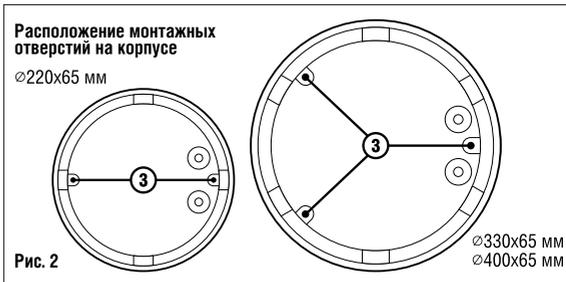

Рис. 2
- Наметьте место будущей установки светильника и просверлите отверстия (расположение и количество монтажных отверстий ③ обозначено на Рис. 2).
- Установите гермовводы (в комплекте) в отверстия ④ и ⑦. Протяните кабель через гермоввод ④.
- Зачистите контакты сетевого кабеля и подключите провода к клеммной колодке ⑤. Клемма L2 предназначена для реализации вкл/выкл светильника. Зафиксируйте кабель при помощи двух винтов ⑥.
- Зафиксируйте крышку со светодиодным модулем ② при помощи винта ① и установите плафон, зафиксировав его клипсами, установленными на корпусе.